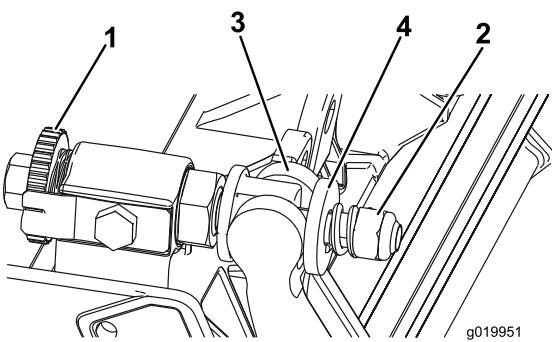

图25
1. 逆时针旋转底刀架调节螺丝，将底刀后撤离开滚刀（图25）。
2. 退出弹簧加压螺母，直到垫圈不再对底刀架（图25）施压。